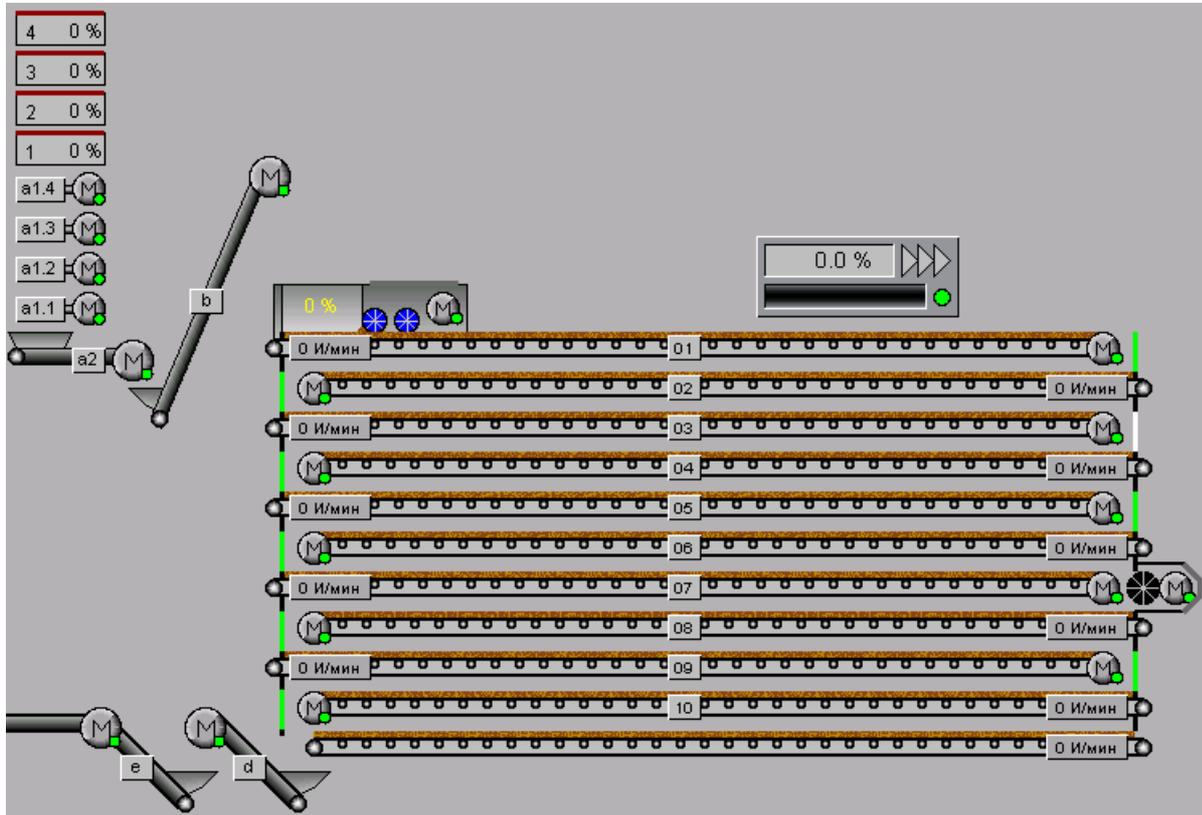

Рис. 1-6: Главное окно ленточной сушилки
- **Поперечные ленты помётоудаления [a1.1 - a1.20]см. рис.1-6**
- **Передаточный транспортёр [a2], см. рис.1-6**
- **Ленточный транспортёр подачи вверх [b] см. рис. 1-6**